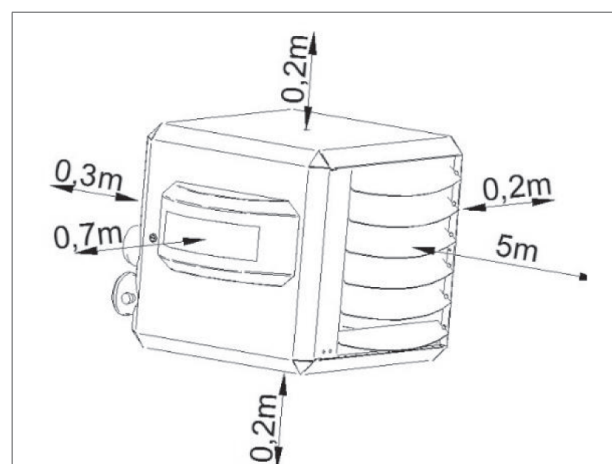

Abbildung 5 - Einzuhaltende Mindestfreiräume rund um den Lufterhitzer
- Sorgen Sie für ausreichend Abstand zwischen dem Lufterhitzer und etwaigen Hindernissen. Der Abstand dient der Sicherheit und einem ausreichenden Zugang für Service- und Wartungsarbeiten (Abbildung 5).